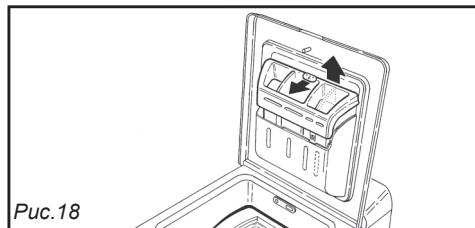

Рис.18
- Нажмите на кнопку и **выдвиньте** контейнер **вперед** (Рис. 18).